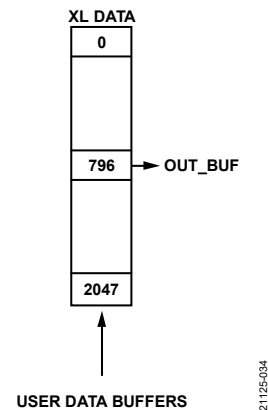

図 43. レジスタの動作、BUF_PNTR = 0x031C (MFFT モードまたは AFFT モード)
BUF_PNTR レジスタに数値を書き込むと、ユーザ・データ・バッファの該当するサンプル番号が OUT_BUF レジスタに読み込まれます。例えば、DIN でコード・シーケンス (0x8A1C および 0x8B03) を使用すると、0x031C が BUF_PNTR レジスタに書き込まれます。この書き込みにより、サンプル・ポインタはユーザ・データ・バッファからの出力 (796) を OUT_BUF に読み込ませるよう動作します (図 43 を参照)。